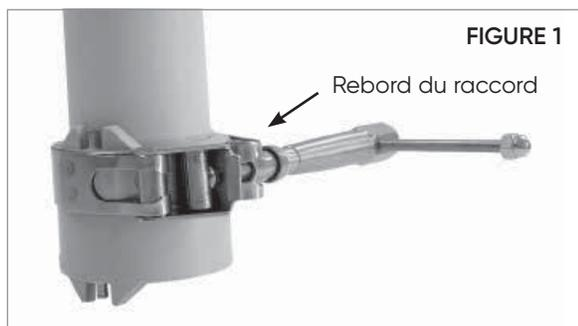

FIGURE 1
6. Installer le(s) collier(s) de serrage fourni(s) par IPEX, sans serrer, uniquement sur la partie cylindrique de l'emboîture (des emboîtures) à assembler par fusion (Figure 1).
Note : chaque joint assemblé par fusion doit être muni d'un collier de serrage à poignée en T IPEX monté à affleurement avec le bord de l'emboîture, tel qu'illustré auparavant par la figure 1.